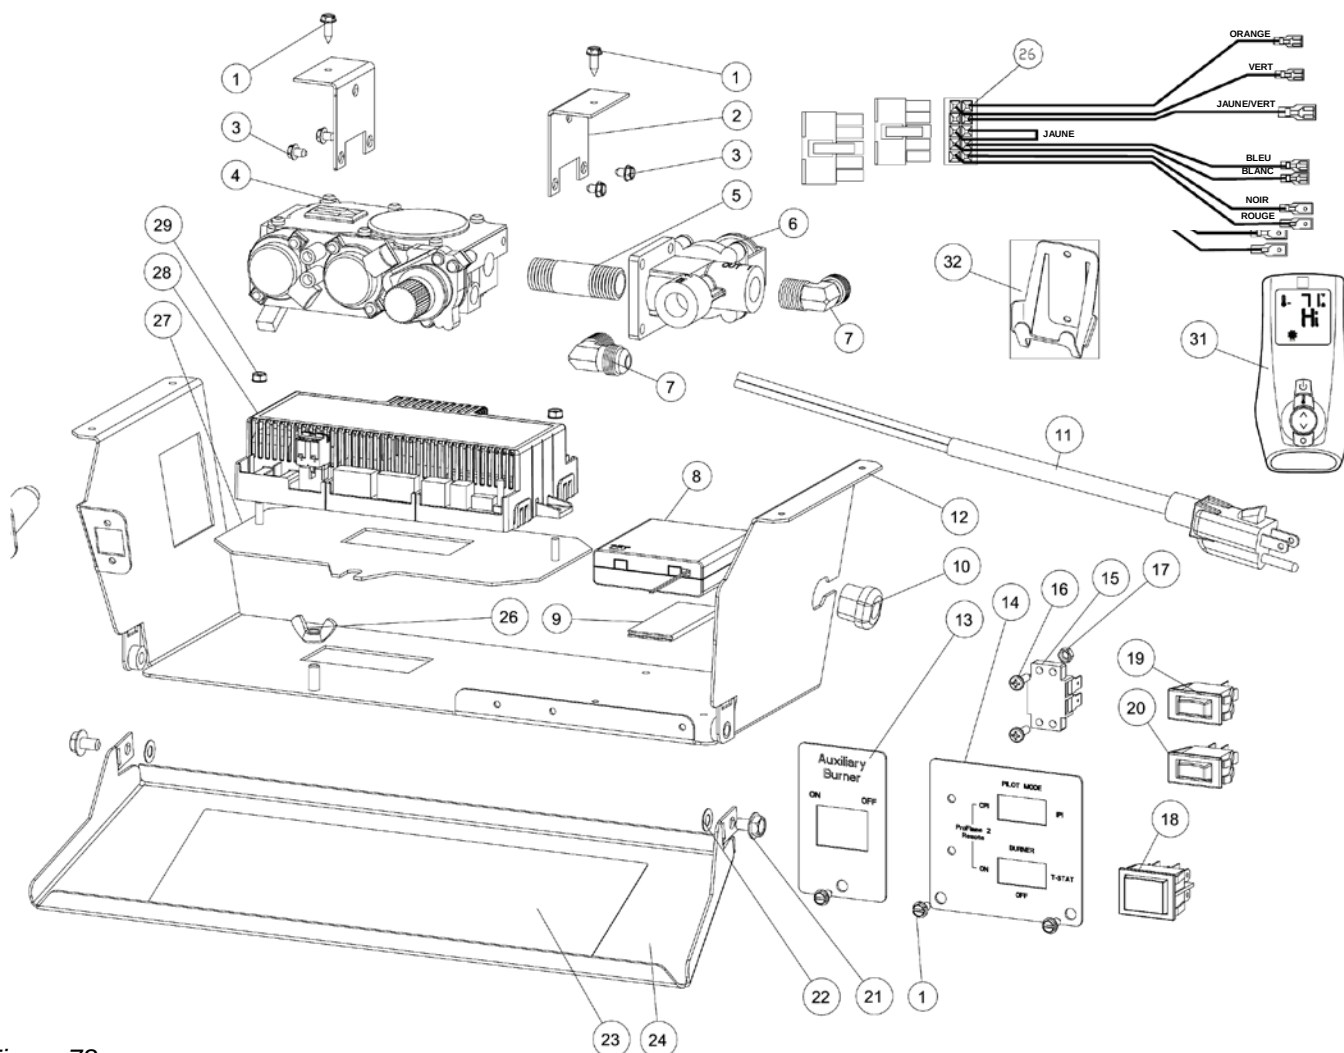

Figure 78.
2. Accédez au bloc-piles derrière le côté droit du compartiment de contrôle (fig.78, item 8). Retirez-le de la bande Velcro.